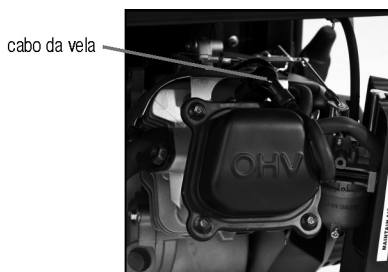

Fig. 22 – removendo a vela
- 4 – Com auxílio de uma chave de vela remova a vela (fig. 22);